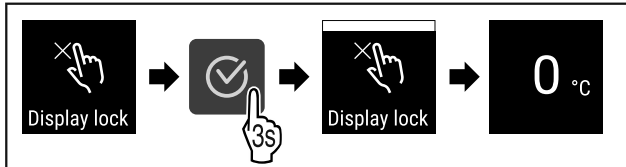

Fig. 67
- ▶ Følg anvisningene (se Fig. 67) .